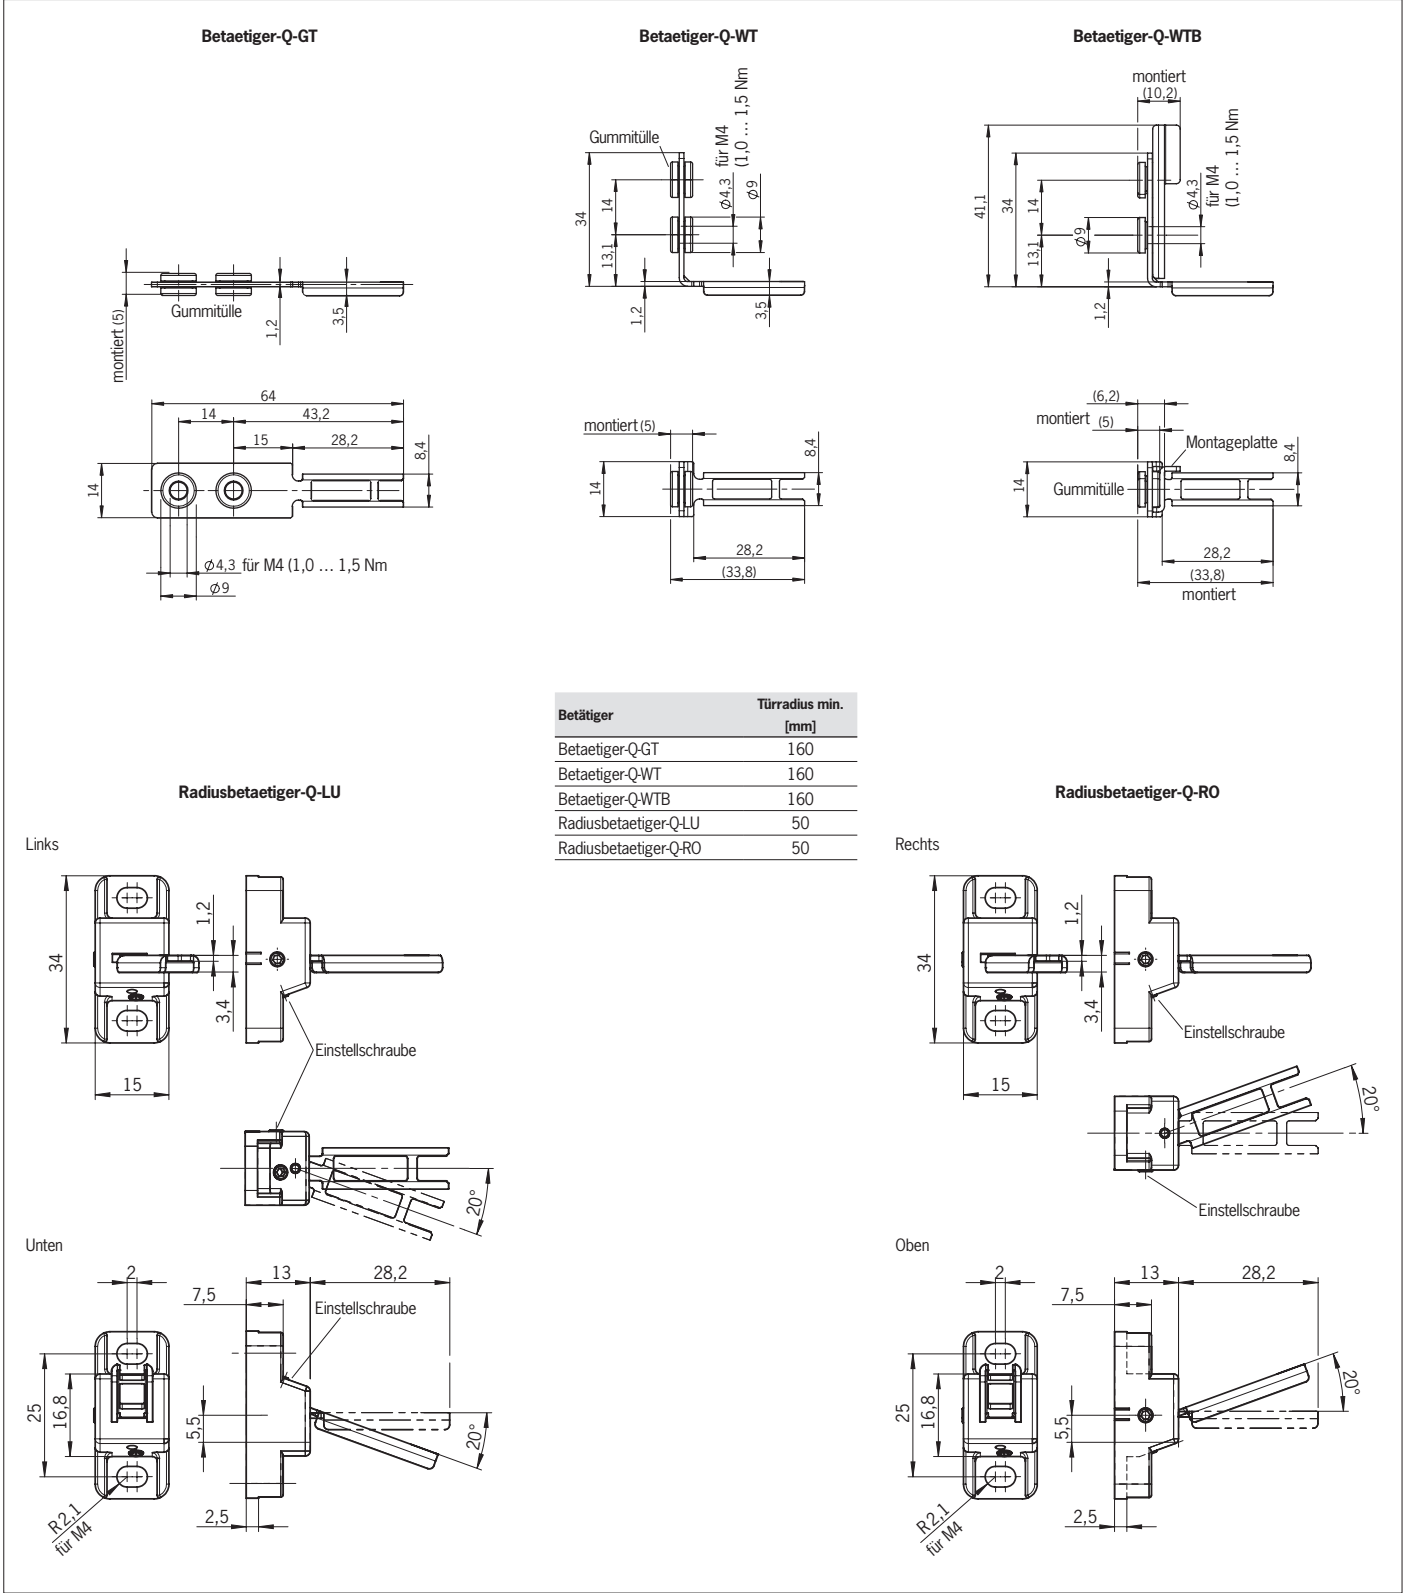

Bild 3: Betätiger und minimale Türradien
- ▶ Achten Sie dabei auch auf den Türradius und die Befestigungsmöglichkeiten (siehe Bild 3).